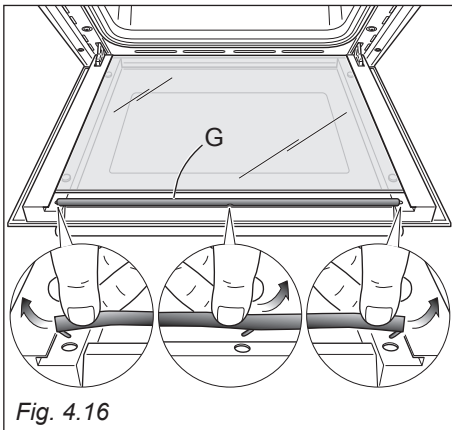

Fig. 4.16
- Togliere la guarnizione "G" sganciando i 3 uncini (fig. 4.16).